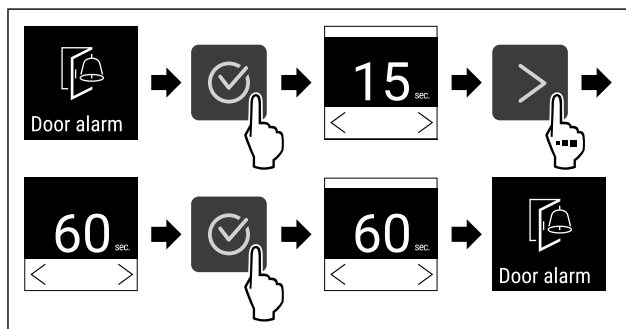

Fig. 117
- ▶ Eseguire i passi (vedere Fig. 117) .